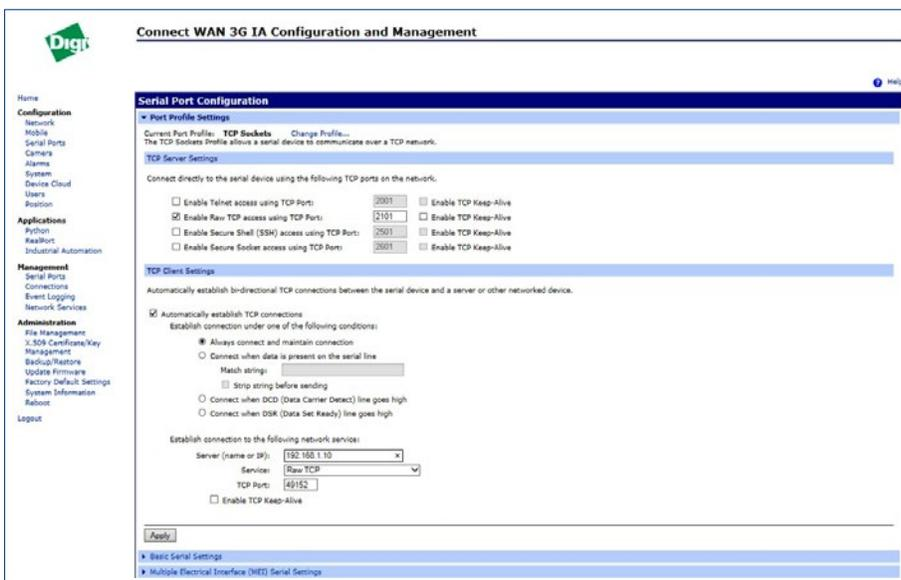

Figura 5-14 Configuración del puerto de serie
- 11) Asegúrese de que la *Serial Port Configuration* coincida con la pantalla en la Figura 5-14. Ingrese la dirección IP suministrada por su proveedor de servicio de Internet en el campo de IP Address (Dirección IP). El puerto TCP se debe establecer en “49152”, “49200”, o “49800” según su configuración y sistema operativo. Al finalizar, haga clic en Aplicar.
- 10) Asegúrese de que la *Serial Port Configuration* coincida con la pantalla en la Figura 5-14. Ingrese la dirección IP suministrada por su proveedor de servicio de Internet en el campo de IP Address (Dirección IP). El puerto TCP se debe establecer en “49152”, “49200”, o “49800” según su configuración y sistema operativo. Al finalizar, haga clic en *Aplicar*.